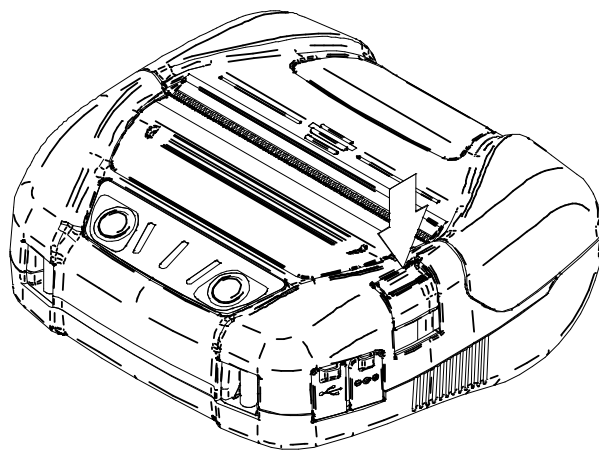

Figura 9-1 Botão de abertura da tampa de papel
- (1) Pressionar o botão de abertura da tampa de papel na direção da seta mostrada na Figura 9-1 e abrir a tampa de papel.